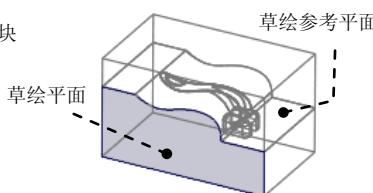

图 6.15 定义草绘平面
(1) 单击 **编辑模具体积块** 操控板 **形状**  区域中的  **拉伸** 按钮，此时系统弹出“拉伸”操控板。
(2) 定义草绘截面放置属性。右击，从系统弹出的快捷菜单中选择 **定义内部草绘...** 命令；在系统  **选择一个平面或曲面以定义草绘平面** 的提示下，选取图 6.15 所示的坯料表面为草绘平面，选取图 6.15 所示的坯料表面为参考平面，方向为 **右**；单击  按钮，至此系统进入截面草绘环境。